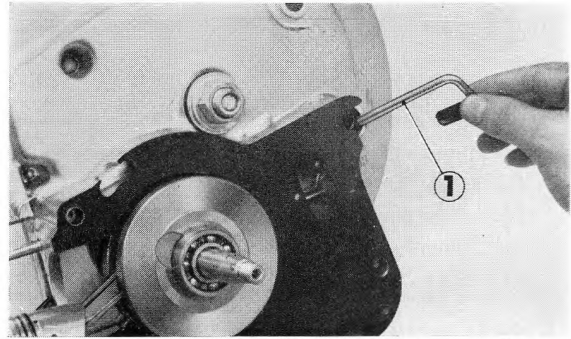

Figure 2-49 : ① poussoir de la cheville d'accouplement
1. Remonter le vilebrequin et le poussoir de la cheville d'accouplement (figure 2-49).